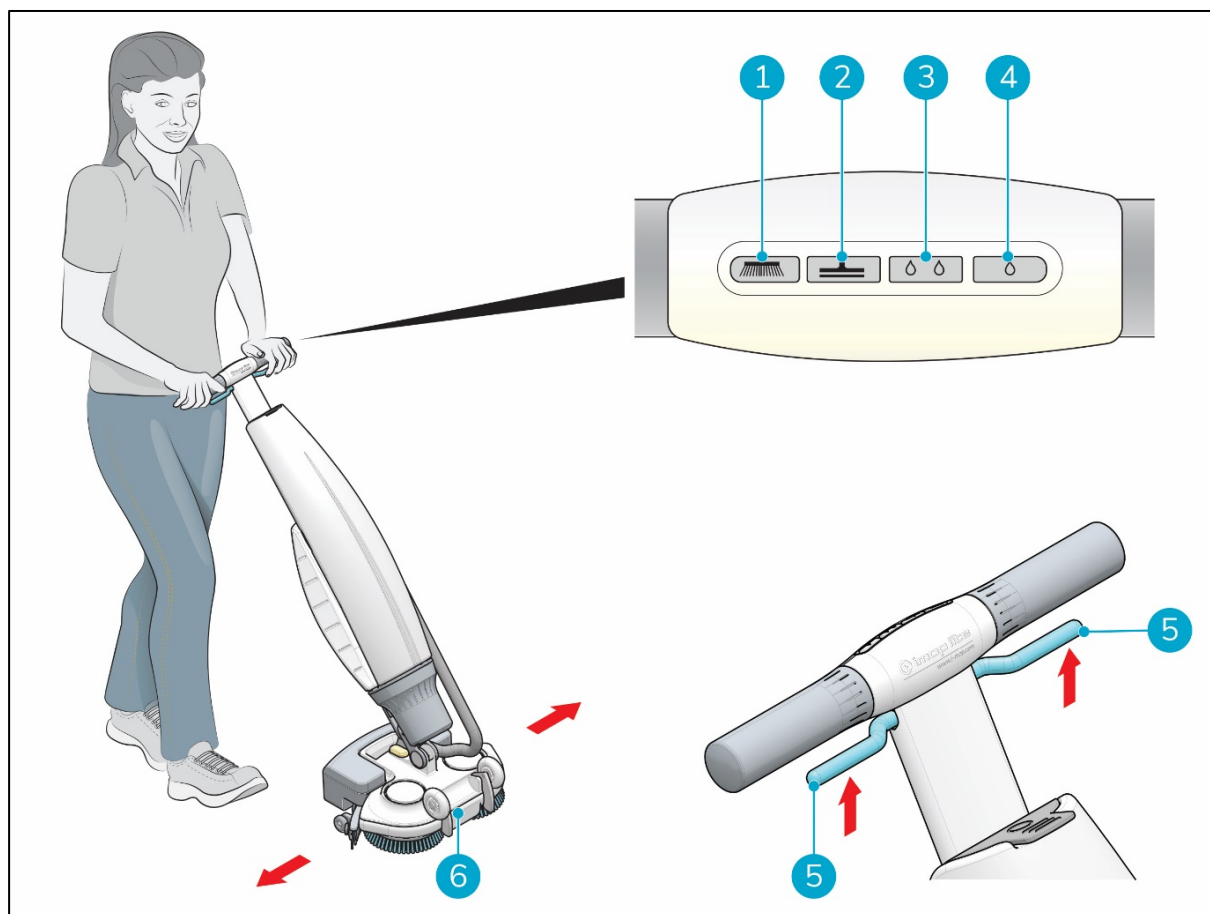

Figura 17
6. Elige el modo de limpieza con los botones del panel de control (Figura 17, pos. 1 a 4). Puedes seleccionar las opciones individualmente o combinadas.
8. Aprieta el gatillo en el asa (Figura 17, pos. 5). Así también se inicia la i-mop Lite
11. Para cambiar de dirección, gira suavemente el asa hacia la izquierda o hacia la derecha para mover la bandeja de fregado (Figura 17, pos. 6).
12. Si sueltas el gatillo (Figura 17, pos. 5), se detendrá inmediatamente la i-mop Lite. El motor de la aspiradora se detendrá al cabo de 3 segundos.